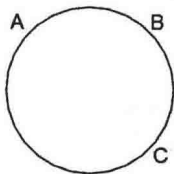

图 1-15 三点绘圆
- (1) 在【圆】对话框中单击“三点定圆”按钮和“坐标式”按钮.
- (2) 输入圆周上 A、B、C 三点的坐标绘制圆,如图 1-15 所示。